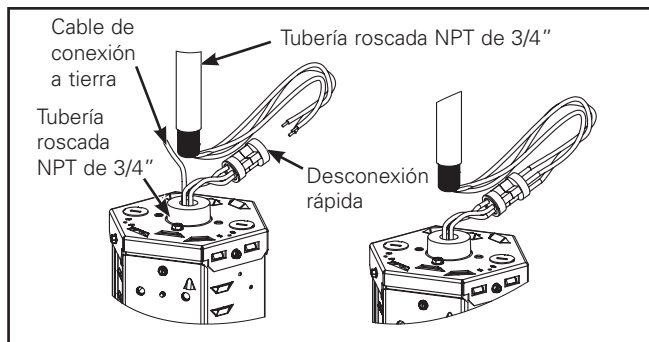

Figura 1.
1. Inserte la energía de entrada a la Desconexión rápida, realice el cableado conforme al código (Figura 1).